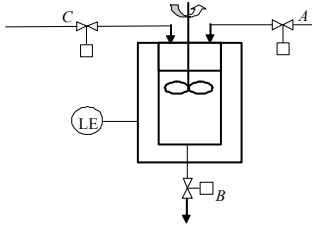

Рис. 4.10
1. Разработать приложение на языке SFC, реализующее следующий алгоритм управления. В ёмкость залить вещество A до уровня 1,5 м. Включить мешалку. Затем залить вещество C до уровня 2,6 м. Выдерживать смесь в аппарате в течение 1 часа. Выключить мешалку и слить полученную смесь B (рис. 4.10).